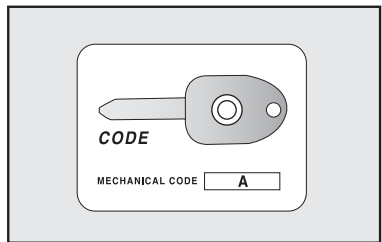

fig. 2
Com o conjunto de chaves é entregue o CODE CARD **fig. 2** no qual é indicado:
**A–fig. 2** – O código mecânico das chaves a comunicar à **Rede Assistencial Fiat** para pedir cópias das chaves.